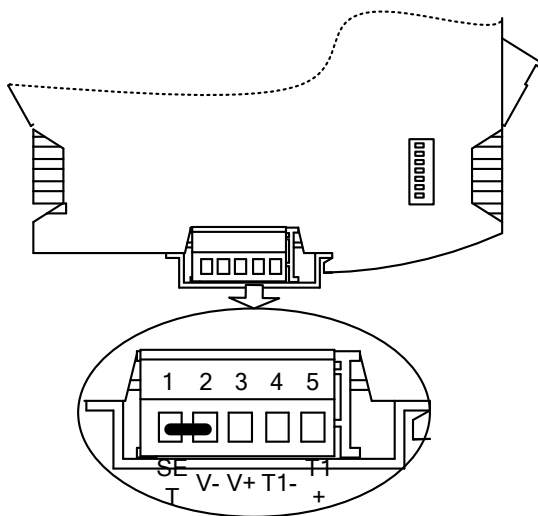

图 6-1-1 设置调试模式示意图
(1) 进入调试模式：将控制器设置端子（SET）连接至电源负极（V-）短路，给控制器上电，使控制器进入调试模式，如图 6-1-1 所示。